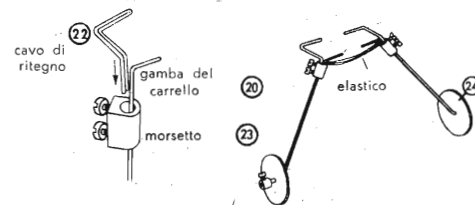

Fig. 559. Come si costruisce il carrello.
Il carrello. Formiamo con filo d'acciaio del diametro di 2 mm le parti (20) simmetricamente uguali, come pure le parti (22) con filo d'acciaio del diametro di 1 mm; uniamole con serratili privi dei loro rivestimenti isolanti. Per evitare cadute, fissiamo le ruote (24) con serratili (fig. 559); naturalmente possiamo sempre saldarle con una rosetta. Fissiamo poi le gambe del carrello alla fusoliera, introducendo lateralmente nel tubo (21) le forcelle (22) e le loro estremità (22) nell'apertura tra le parti (10) e (11). Poi passiamo sotto la fusoliera, intorno alle gambe del carrello, un elastico, che le terrà unite e, nello stesso tempo, le fisserà alla fusoliera. Quando trasporteremo il modello, potremo così facilmente togliere di nuovo il carrello.